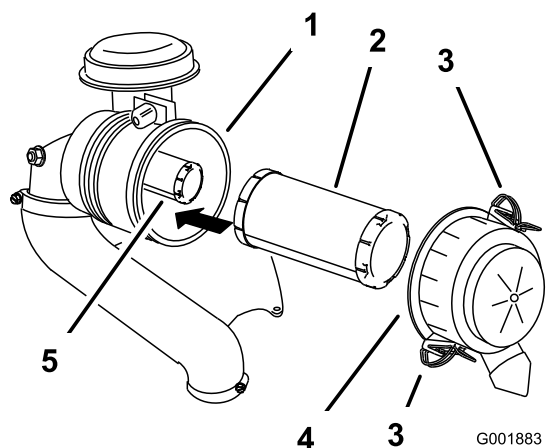

Figure 44
3. Déverrouillez le filtre à air et détachez le couvercle du boîtier du filtre (Figure 44).
2. Si vous remplacez l'élément interne, insérez-le avec précaution dans le boîtier du filtre (Figure 44).
3. Glissez ensuite le préfiltre sur l'élément de sécurité avec précaution (Figure 44).
4. Remettez en place et verrouillez le couvercle du filtre à air (Figure 44).
5. Sortez le préfiltre du boîtier du filtre avec précaution (Figure 44).